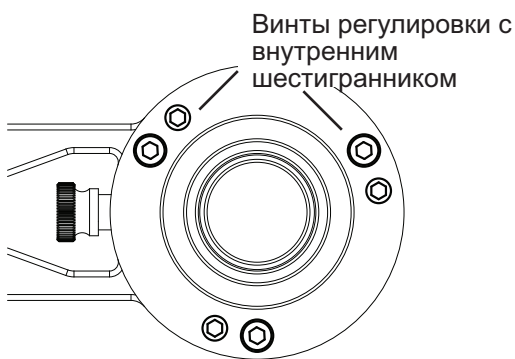

Рис. 3.4b
4. Если положение объекта на сетке изменилось, для устранения отклонения наполовину воспользуйтесь шестигранным ключом 2,5 мм для регулировки расположенных на искателе полюса 6 винтов с внутренним шестигранником (рис. 3.4b). Проводя регулировку, ослабляйте один винт каждый раз на четверть оборота, и затягивайте два других винта.